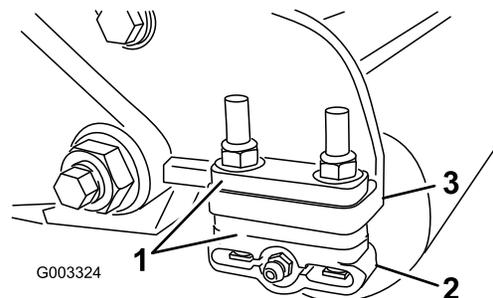

Bild 13
1. Legen Sie die benötigte Anzahl von Distanzstücken unter den Montageflansch der Seitenplatte (Bild 13), um die Halterungen der Heckrolle (Bild 13) auf die gewünschte Schnitthöhe einzustellen, siehe Schnitthöhentabelle.